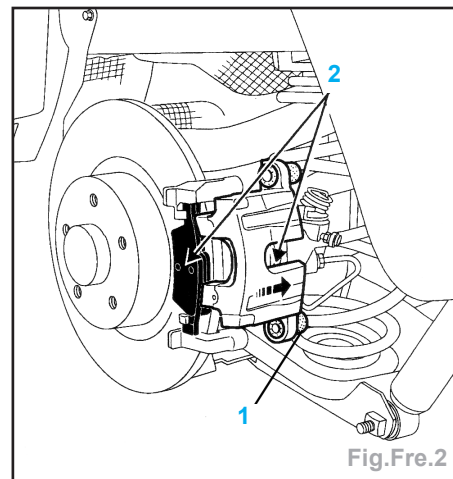

Fig.Fre.2
- Déposer (Fig.Fre.2) :
- les vis (1) de colonnette et déposer l'étrier,
- les plaquettes (2).